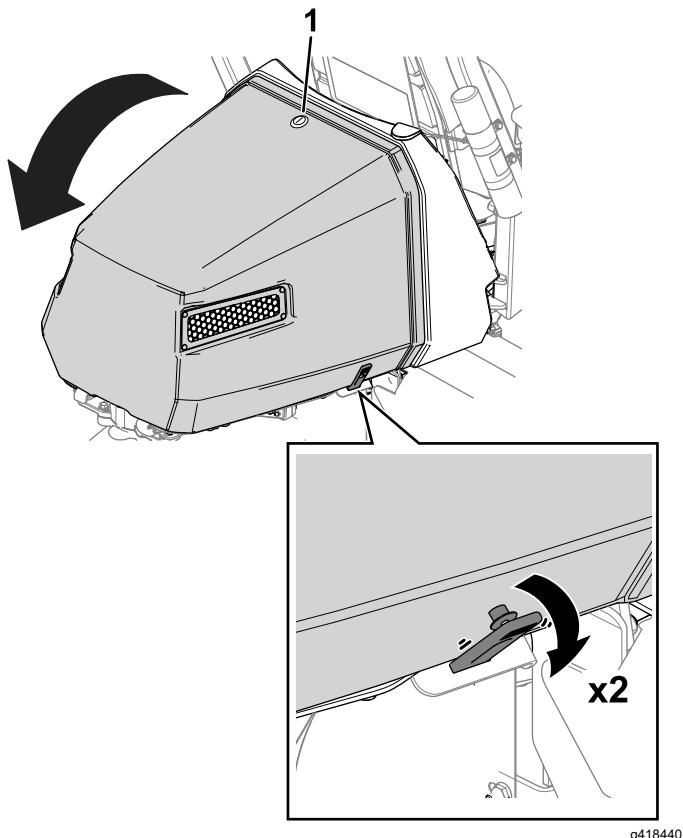

図 40
1. フードラッチを外します図 40
2. フードの両側でストラップを外す図 40。